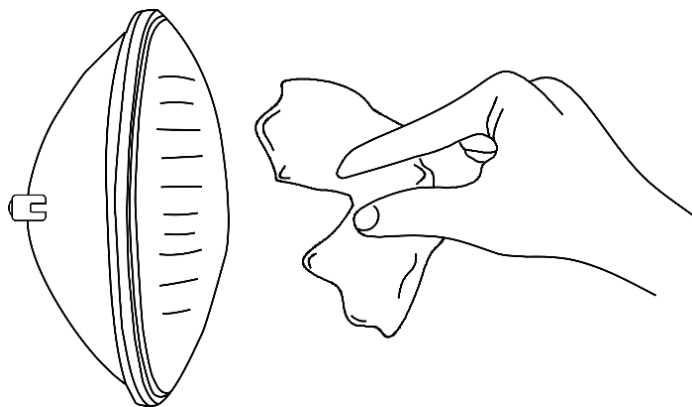

Fig. 05
- 05) Take the new lamp out of the box (Fig. 05).